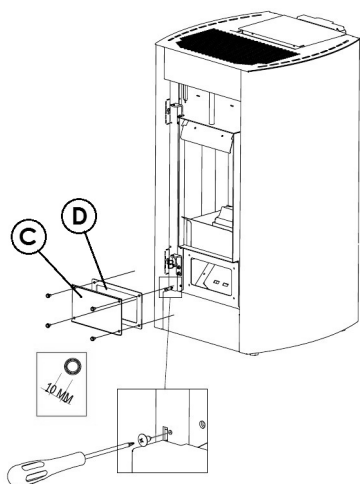

Fig. 85 - Entfernen der Platte
- Die obere Klappe abziehen (siehe **Fig. 85**), eventuell vorhandene Asche absaugen und die Innenwände der Verbrennungskammer säubern.